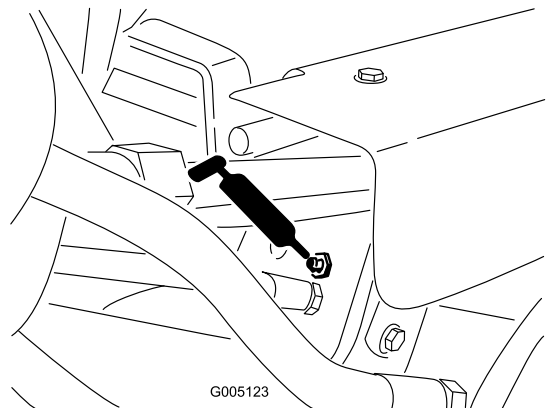

Figure 40
- Vérins de relevage (3) (Figure 40)